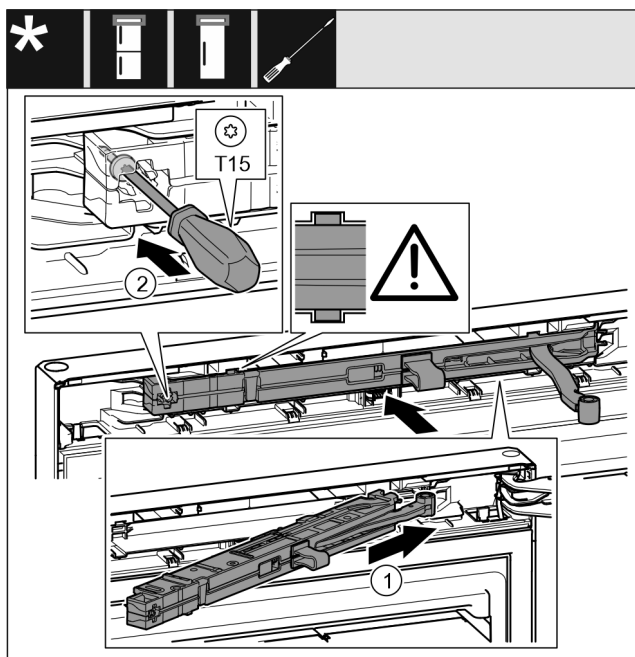

Fig. 23
- ▶ Amortyzator zamykania drzwi po stronie płytki zawiasu wsunąć ukośnie w zagłębienie aż do oporu. Fig. 23 (1)
- ▶ Śrubę przykręcić przy pomocy śrubokręta T15. Fig. 23 (2)